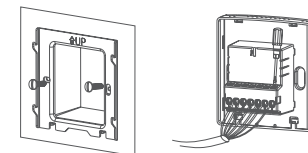

Рис.2. Установка опорной пластины и подключение терморегулятора
- Подготовьте отверстие в стене под монтажную коробку. С помощью отвертки закрепите опорную пластину в монтажной коробке и зафиксируйте ее двумя шурупами. Подведите к коробке силовые кабели, провода внешнего выносного датчика температуры (опционально) как показано на рис. 2.